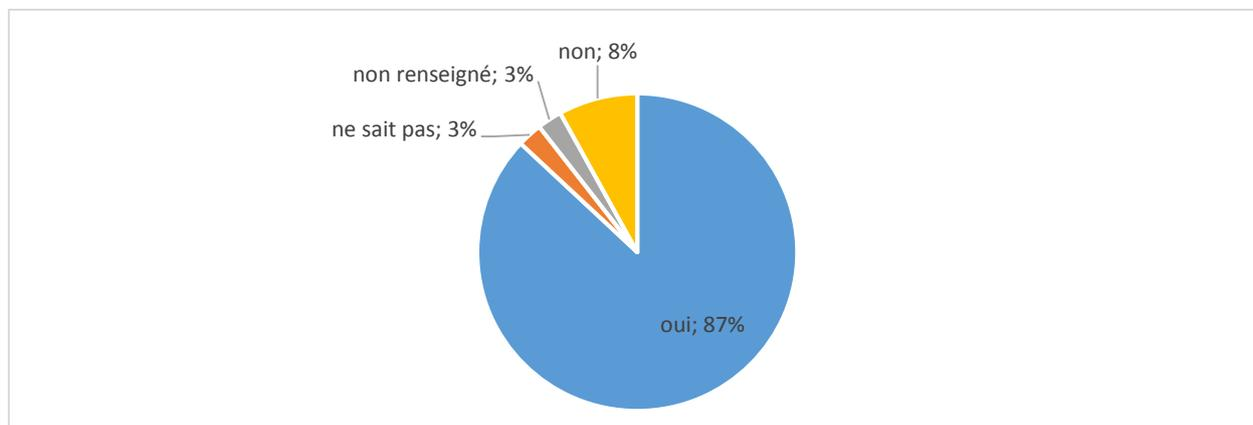

Figure 2 : Satisfaction des éleveurs pour l'installation de leur matériel
87 % des éleveurs sont satisfaits de l'installation de leur matériel et estiment avoir bien été conseillés (figure 2). Quelques éleveurs ont rencontré des difficultés dues au dimensionnement de leur matériel (4), ou du bac d'abreuvement dans le cas des pré-refroidisseurs (2). Certains éleveurs ayant installé un pré-refroidisseur ont rencontré des problèmes de fuites (3).